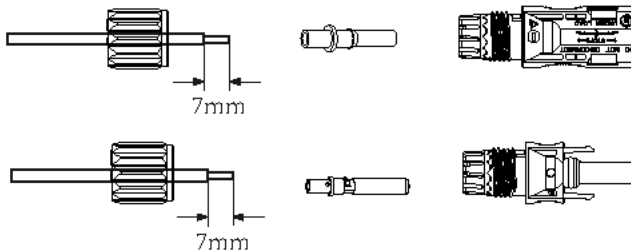

Abb. 6.3 Demontieren Sie die Überwurfmutter des Steckers
- a) Isolieren Sie den PV-Draht 7 mm ab, lösen Sie die Überwurfmutter des MC4-Steckverbinders und führen Sie einen PV-Draht durch die Überwurfmutter des Steckverbinders (siehe Abbildung 6.3). Wiederholen Sie diesen Vorgang mit allen PV-Drähten und achten Sie dabei besonders auf die Polarität des Steckers, besonders auf die Polarität des Steckers.